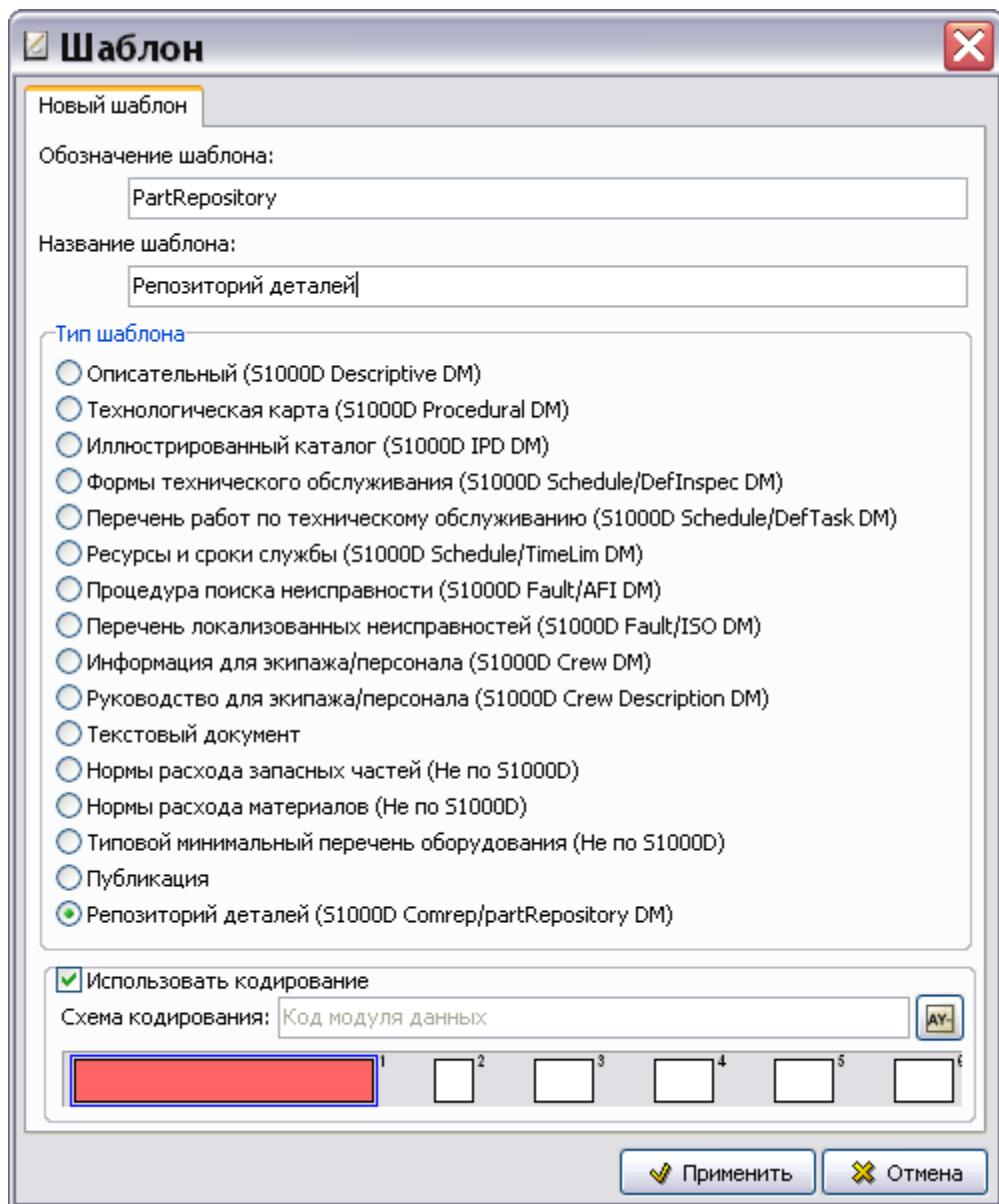

Fig. 3.78
2. В диалоговом окне **Шаблон** введите обозначение шаблона – «PartRepository» и название – «Репозиторий деталей» (Fig. 3.78).